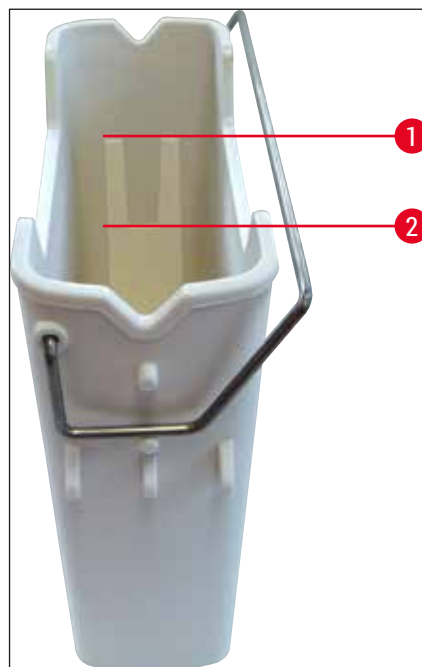

Fig. 67
4. Kontroller at påfyllingsnivået er tilstrekkelig (→ Fig. 67), og at reagenset er fritt for smuss. I tilfelle kontaminering må xylen byttes (→ S. 37 – 4.6.3 Klargjør reagensbeholderen, etterfyll den og sett den inn i mateskuffen) og reagensbeholderen rengjøres før du fyller den igjen.